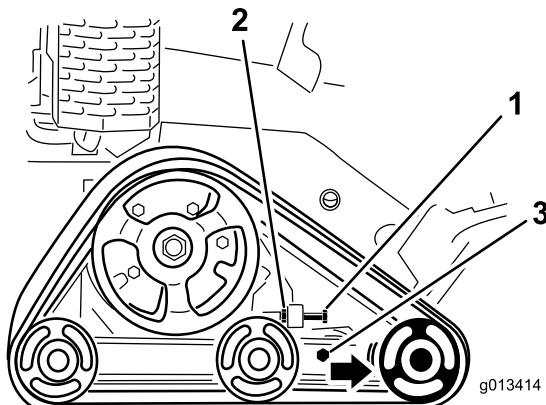

Figure 45
3. Desserrez l'écrou de blocage sur le boulon de réglage de tension de la chenille et les boulons de serrage du bras de tension (Figure 45).
4. Serrez le boulon de réglage de tension à un couple de 32,5 à 40,7 Nm (24 à 30 pi-lb) pour tendre la chenille (Figure 45).
4. Desserrez le boulon de réglage de tension et l'écrou de blocage (Figure 45).
5. Desserrez les boulons de serrage (Figure 45).